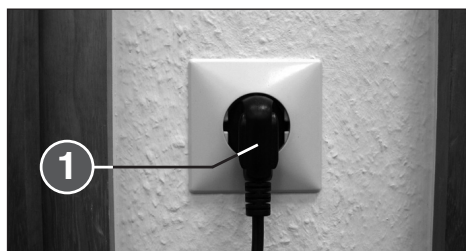

bild 2
- Anslut maskinen med nätkontakten (1) (bild 2) till elnätet (för uppgifter om säkring för nätuttaget se "TEKNISKA DATA").
1 = Nätkontakt (bild 2)